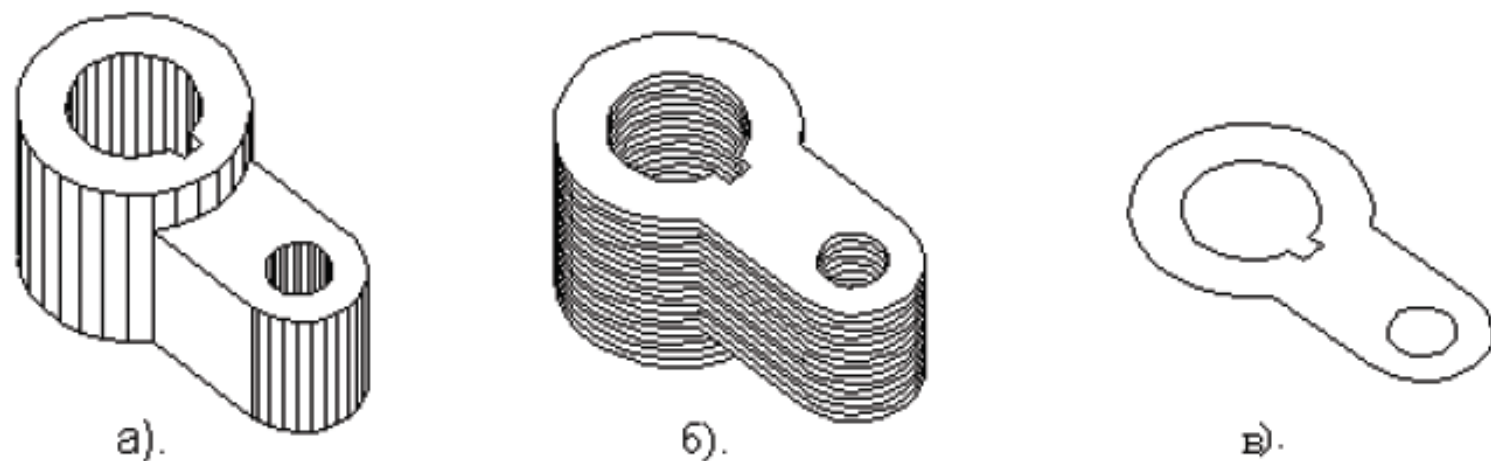

Рис. 7.2. Принцип построения физической модели
- построение сечений детали слой за слоем снизу вверх, до тех пор, пока не будет получен физический прототип модели. Слои располагаются снизу вверх, один над другим, физически связываются между собой. Построение прототипа продолжается до тех пор, пока поступают данные о сечениях CAD-модели - рис. 7.2 в, 7.3.